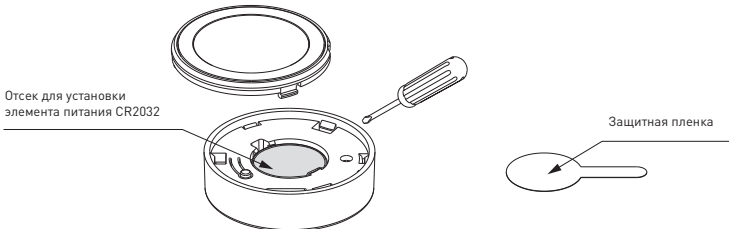

Рис. 2. Установка элемента питания CR2032 в пульт
- 3.3. Установите элемент питания CR2032 в пульт, соблюдая полярность (см. рис. 2).